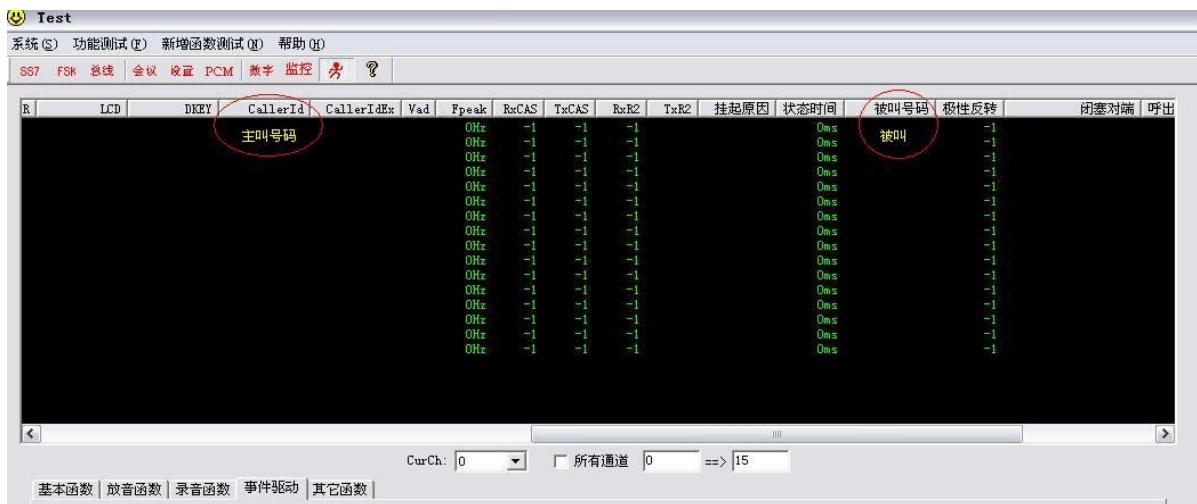

图 2-8
■ 当 0 通道的并联话机呼入时，可通过函数 DTRGetLCDStr 获取主叫号码，如图 2-8 左上角“Callerid”栏所示。
■ 当 0 通道的并联话机呼出时，可通过函数 DTRGetLCDStr 获取被叫号码，如图 2-8 右上角“被叫号码”栏所示。